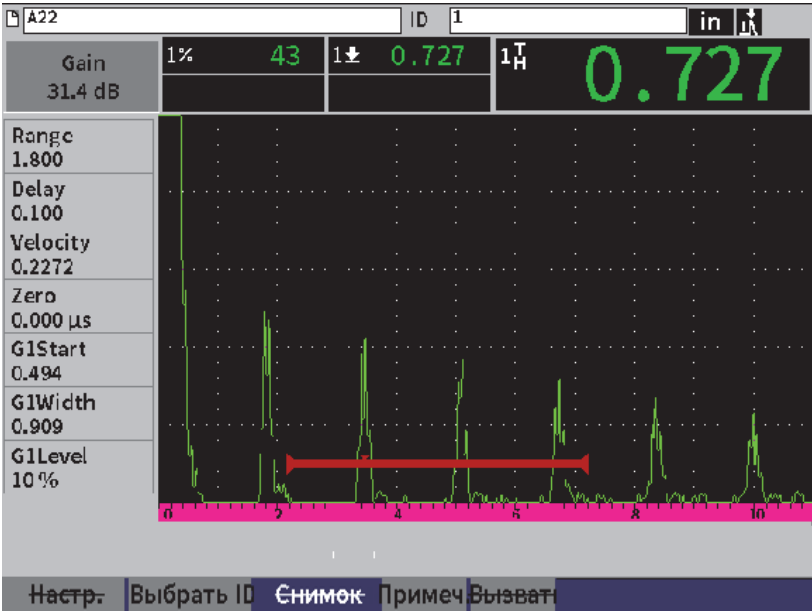

Рис. 9-9 Цифровые данные и А-скан сохраненного файла
1. На экране А-скан, с помощью ручки регулятора выделите кнопку **Снимок** (см. Рис. 9-9 на стр 136).